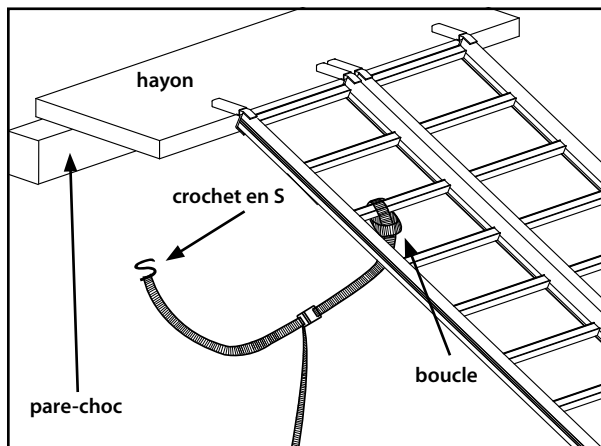

Figure 1
1. Attacher les deux sangles de fixation fournies au troisième échelon depuis le haut (une sur chaque côté de la rampe). Passer le côté avec boucle de chaque sangle autour de l'échelon et enfiler le côté à crochet en S à travers la boucle. Ceci attache la sangle de façon permanente à la rampe. **VOIR FIGURE 1.**